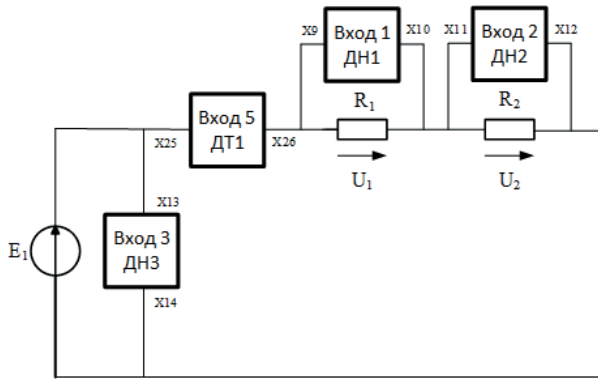

Рис.1
3.1. Ознакомиться с лабораторной установкой. Собрать линейную электрическую цепь с последовательным соединением резисторов (рис. 1).